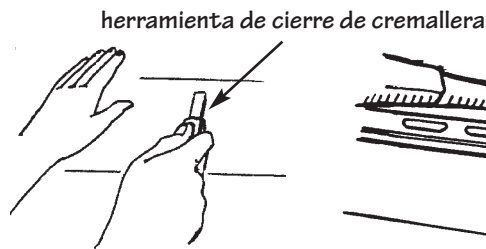

Figura 76.
- Deslice la herramienta de destrabado por detrás del fondo del panel que está encima del que se va a sustituir y desengánchelo de la traba del panel dañado (Figura 76).